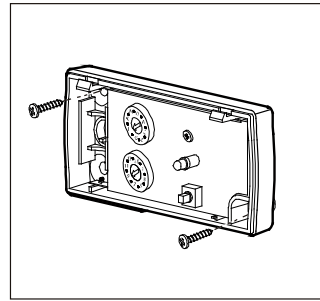

Fig. 5
3. Unterteil mit zwei Schrauben horizontal in der gewünschten Position ausrichten. Abb. 5